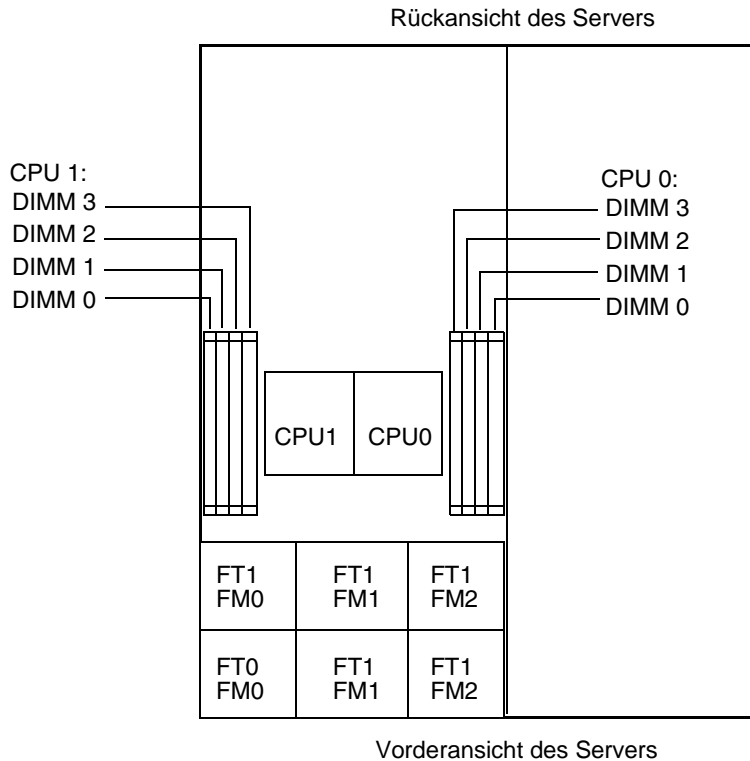
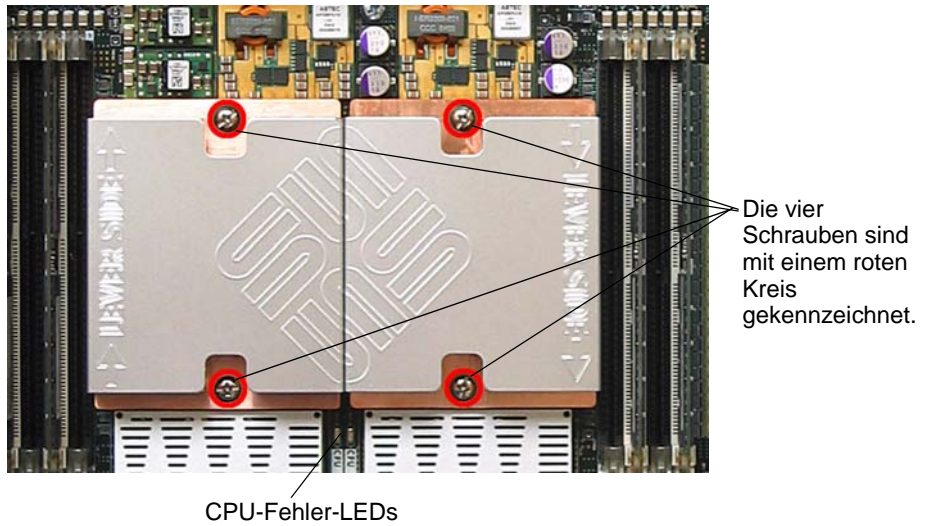
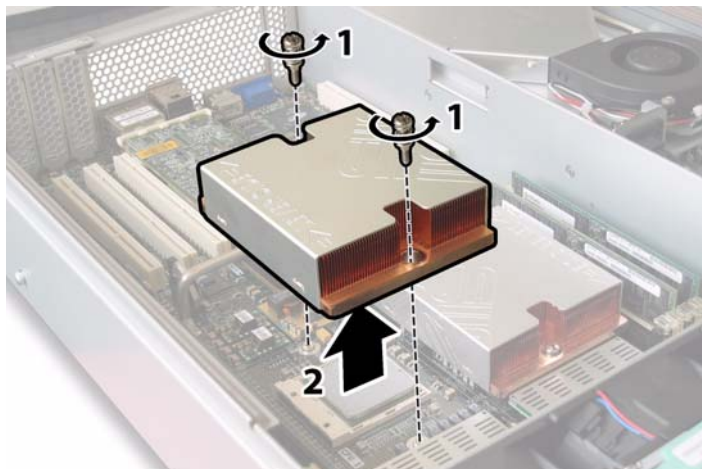

ABBILDUNG 4-7 Bezeichnung der CPUs im Sun Fire X4200
ABBILDUNG 4-8 Lage der Kühlkörperschrauben und CPU-Fehler-LEDs
ABBILDUNG 4-9 Ausbauen des Kühlkörpers
Die interne Systemsoftwarebezeichnung der beiden CPUs im Server ist in ABBILDUNG 4-7 dargestellt. Die Hauptplatine verfügt über eine Fehler-LED für jede CPU (in ABBILDUNG 4-8 sehen Sie, wo sich die LEDs befinden):
- a. Drücken Sie leicht von oben auf den Kühlkörper, um eine Schrägstellung der Komponente zu verhindern, während Sie im Wechsel die beiden federgespannten Schrauben lösen, mit denen der Kühlkörper an der Hauptplatine befestigt ist. Lösen Sie die Schrauben um jeweils eine halbe Umdrehung (180 Grad), bis sie ganz herausgedreht sind und entfernt werden können. Siehe **ABBILDUNG 4-8** und **ABBILDUNG 4-9**.
Hinweis – Der Kühlkörper ist nicht symmetrisch und muss daher ausgerichtet werden, bevor er auf die CPU gelegt werden kann. Drehen Sie den Kühlkörper so, dass die Aufschrift „Lever Side“ und die Pfeile oben auf dem Kühlkörper zu der Seite des CPU-Sockels weisen, auf der sich der Feststellhebel befindet. Beachten Sie außerdem, dass die Hälfte des Sun Microsystems-Logos, das sich auf der Oberseite des Kühlkörpers befindet, bei richtiger Ausrichtung auf den daneben liegenden Kühlkörper ein vollständiges Logo ergibt. Siehe ABBILDUNG 4-8.